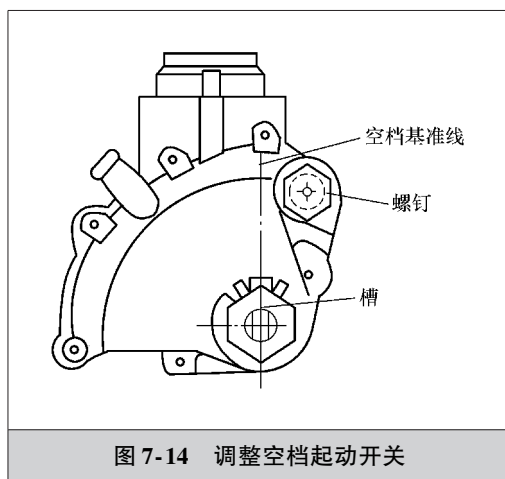

图 7-14 调整空档起动开关
- 3) 将变速杆移到 N 位, 如图 7-14 所示, 使空档起动开关槽口对准空档基准线, 定住位置并拧紧固定螺钉 (拧紧力矩为 $13\text{N} \cdot \text{m}$)。